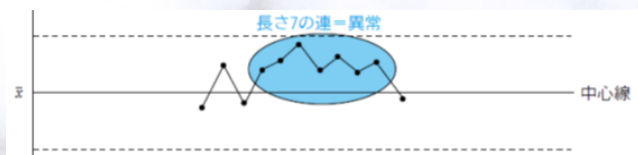

図8.4 連(れん)
- ② 点の並び方のクセがあれば、その点を下図のように ○ で囲みます (図8.4、8.5、8.7参照)。
- ③ $\bar{x} - R$ 管理図は R 管理図から見て判定します。まず R 管理図を見て安定状態であるかどうかを判定し、 R 管理図が安定状態であればつぎに $\bar{x}$ 管理図を見ていきます。もし、 R 管理図が安定状態でない場合は R 管理図の異常原因を究明して処置を取り、安定状態にすることが大切です。
長さ7以上の連が出たら、「工程は異常である」と判定します（図8.4参照）。